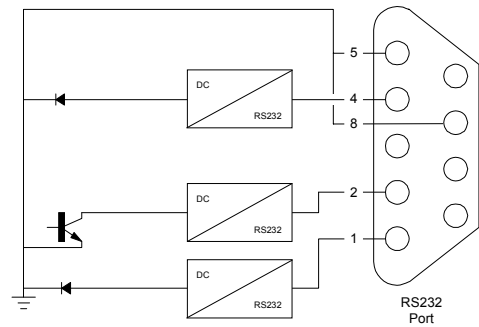

Abb. 8
4.1 RS232 Schnittstelle (Abb. 8)